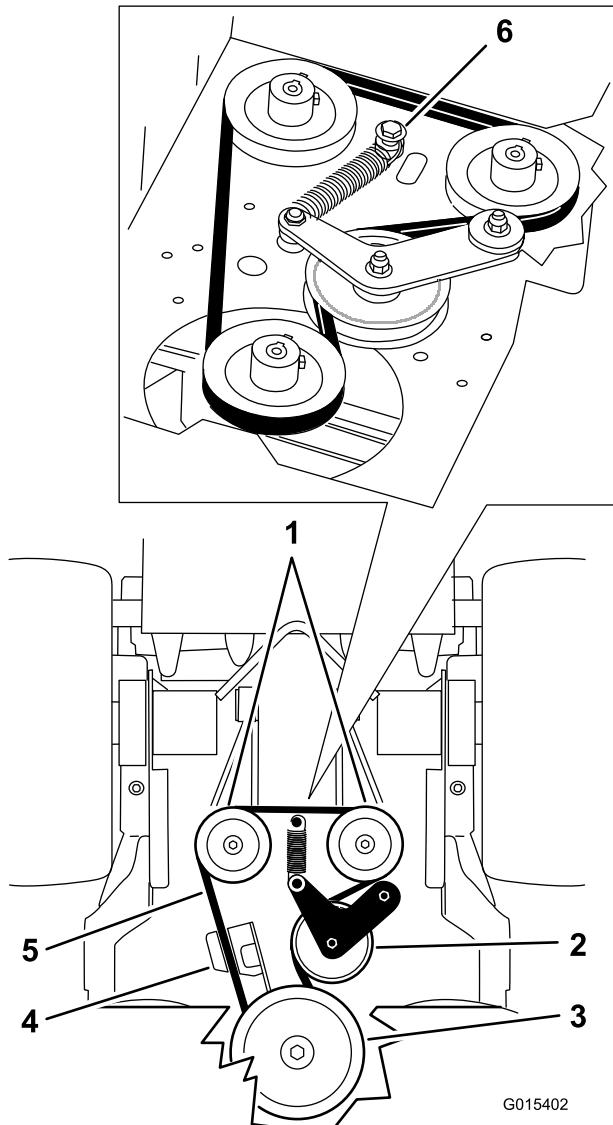

Figura 67
5. Retire el perno de cuello largo, la tuerca y la arandela de la carcasa del motor y del muelle (Figura 67).
6. Retire la correa de transmisión de la bomba (Figura 67).
8. Instale el muelle en el perno de cuello largo y la arandela, y conéctelo a la carcasa del motor con la tuerca (Figura 67).